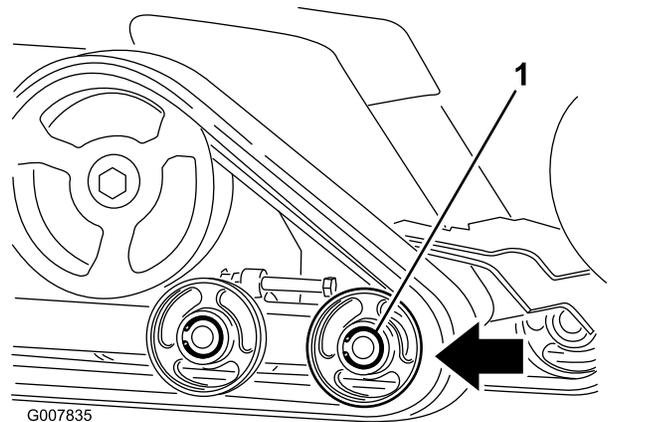

図 44
6. 前ロードホイールを機体後方に向けて押し一杯まで移動させる 図 44。
8. ロードホイールからベルトが外れたら、機体から取り出す 図 44。
9. 駆動ホイールからスタートして、新しいクローラをホイールに巻きつけるようにして取り付けるクローラについている爪がホイールの溝にはまるように取り付けること 図 44。
10. 後ロードホイールと中央ロードホイールの下と間にクローラを押し込むようにして取り付ける 図 44。